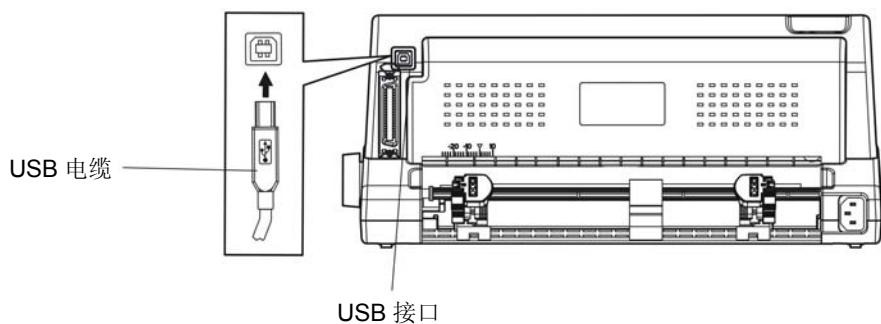
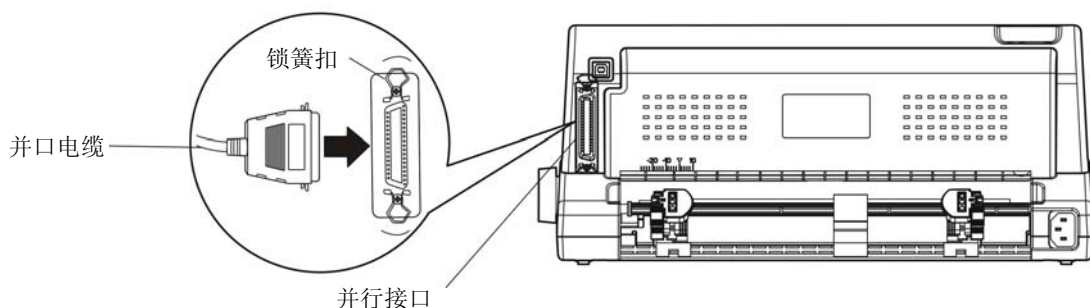

图 2-10 连接 USB 电缆
图 2-11 连接并口电缆
本打印机标配 USB 接口和并行接口，可选配蓝牙或 Wi-Fi（产品的具体接口配置，以实物为准）。请根据需要，用相应的接口电缆把打印机与计算机相连〔如图 2-10 和图 2-11 所示〕。
2. 将 USB 电缆的 B 端插头（方型）插进打印机的 USB 接口插座中（如图 2-10 所示）。
2. 将并口电缆的另一端插进计算机的并行接口，拧紧两侧的螺丝，固定并口电缆（如图 2-11 所示）。